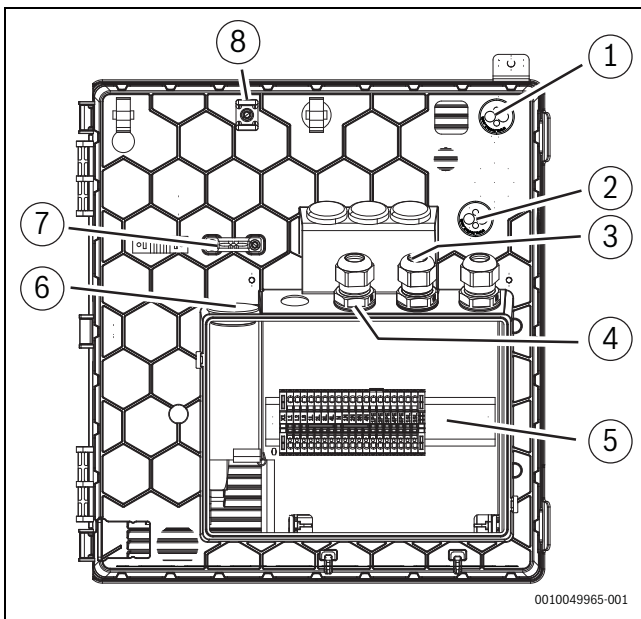

Bild 2 Kabeldurchführungen zum Klemmenkasten
- Kabel mit Kabelbindern an den Befestigungspunkten befestigen (→Abbildung 2 [7] und [9]). Darauf achten, die Kabel nicht über Kreuz zu verlegen.
Bei Kabeldurchführungen (→Abbildung 2 [1], [2], [7]) genügt ein kleiner Einstich in die Membran, dann können die Leitungen durchgeschoben werden.
- ▶ Nach dem Einführen der Kabel die Kabelverschraubungen festziehen (→Abbildung 2 [3], [4], [5]).
- ▶ Die festgelegten Befestigungspunkte [9] für die Befestigung der durch die Einführungen geführten Kabel verwenden (→Abbildung 2 [1], [2]).